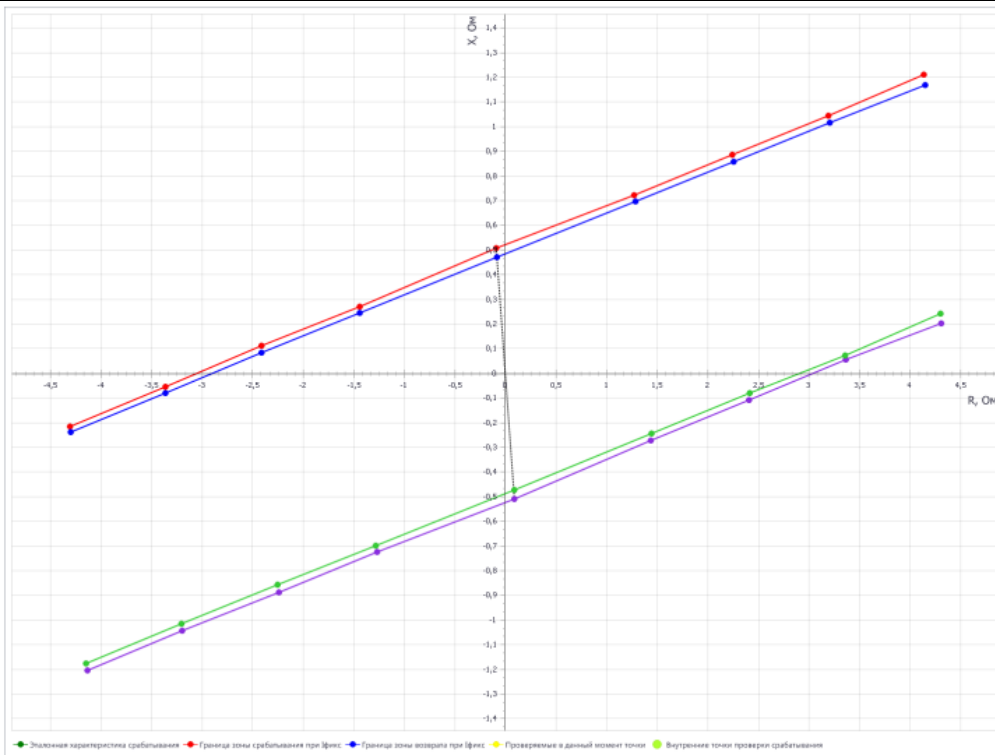

Рисунок 3.41 – Характеристика срабатывания и возврата ИО РНМ
- Рисунок с изображением характеристики срабатывания и возврата (Рисунок 3.41);